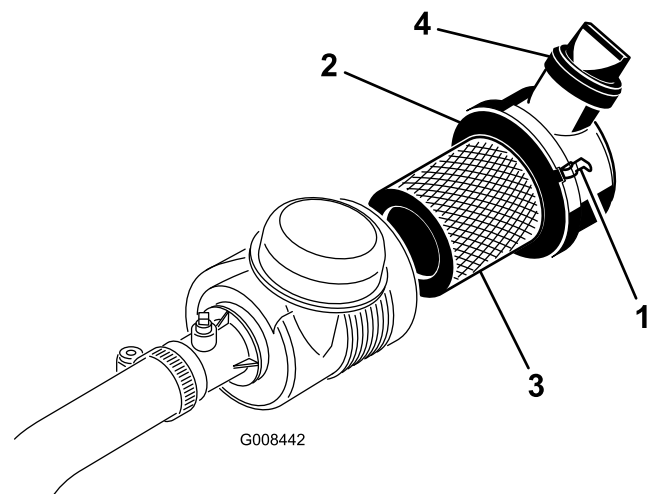

Bild 32
1. Lösen Sie die Laschen, mit denen die Abdeckung am Luftfiltergehäuse befestigt ist (Bild 32).
7. Stellen Sie sicher, dass die Riegel die Abdeckung am Gehäuse befestigen (Bild 32).